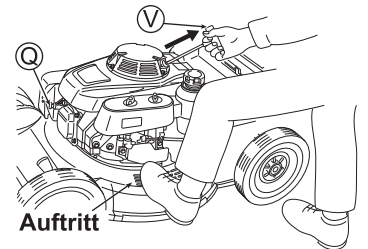

Abb. 12
1. Installieren Sie die Zündkerzenkappe (Q). (Siehe Abb. 12)
4. Um den Motor zu starten, stellen Sie einen Fuß auf den Auftritt am Gehäuse, ziehen Sie leicht am Startergriff (V) und halten Sie kurz an einer Position inne, von der aus Sie kräftig am Griff ziehen können. Ziehen Sie anschließend von dieser Position aus kräftig am Griff. Lassen Sie den Startergriff (V) danach langsam los. (Siehe Abb. 12)